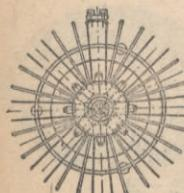

图 1
(1) 将电唱盘停住不动，作一个平面坐标，原点O在中心转轴处，电唱头搁在唱片边缘上，即开始放送唱片时的位置，由唱针与唱片接触的那一点P向坐标原点作一根直线OP，OP与OX的夹角应该是30°左右。(图1)
目前，将电唱头停住不动，作一个平面坐标，原点O在中心转轴处，电唱头搁在唱片边缘上，即开始放送唱片时的位置，由唱针与唱片接触的那一点P向坐标原点作一根直线OP，OP与OX的夹角应该是30°左右。(图1)
线皮进行切除。如果想剪去线头一端的线皮，可以用烙铁的刃部对准要截去的地方，把线转一个圈，然后把线皮拉掉，见图1。如果想剪去线中间的线皮时，可以把欲剪除部分的两端浸断，然后用烙铁横扫欲切除部分，再用手除去已经浸开的线皮。见图2。
首先，按图 1 方法进行检查，试听结果良好，这就证明了 T755 机的高频部分正常。
TGK-10 的具体结构见图 1。图中 ① 煤油灯，② 支架，③ 灯头，④ 辐射体（也称散热片），⑤ 固定在加热器上的热偶电池组，⑥ 加热器。